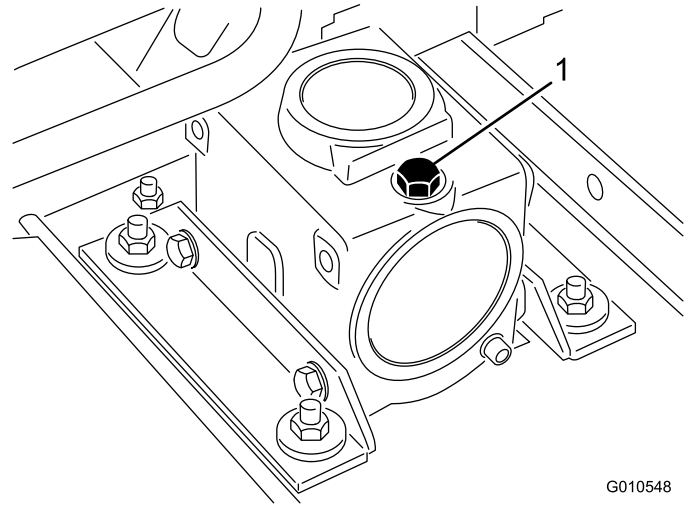

Figure 19
- Placez la machine et le plateau de coupe sur une surface plane et horizontale, et abaissez le plateau de coupe. Retirez le bouchon de remplissage-jauge au sommet du boîtier d'engrenages (Figure 19) et vérifiez que le niveau de lubrifiant se situe entre les repères sur la jauge. Si le niveau de lubrifiant est trop bas, faites l'appoint d'huile pour engrenages SAE 80-90 jusqu'à ce que le niveau se situe entre les repères.